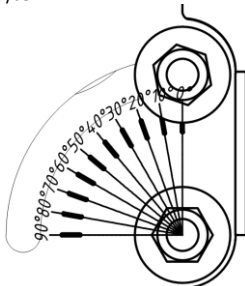

Рисунок 6 — Шкала для регулировки.
- 5.4.6. Отрегулируйте нужный угол наклона светильника, используя шкалу для регулировки на деталях крепления (рисунок 6).
5.5.4. Закрепите светильник при помощи болтов/винтов на поверхности. С помощью поворотного кронштейна (скобы) выставите нужный угол поворота светильника (см. рисунок 6). Затяните болты.
5.7.4. Закрепите светильник при помощи болтов/винтов на поверхности. С помощью поворотного кронштейна выставите нужный угол поворота светильника (см. рисунок 6). Затяните болты.